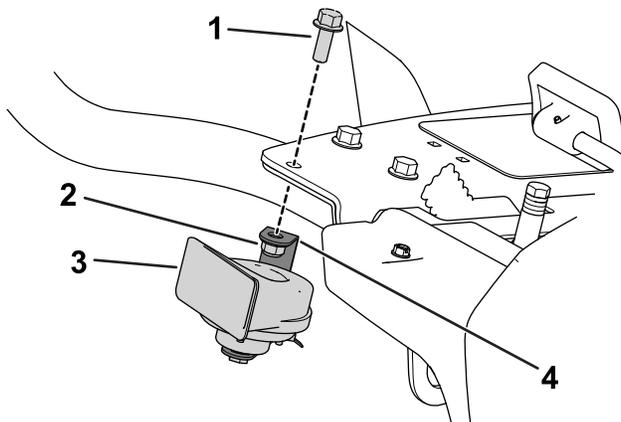

Bild 9
2. Befestigen Sie die Hupe und die Hupenhalterung mit einer Sechskantschraube ($\frac{3}{8}$ " x 1") und einer Bundmutter ($\frac{3}{8}$ ") an der rechten Bodenhalterung (Bild 9).